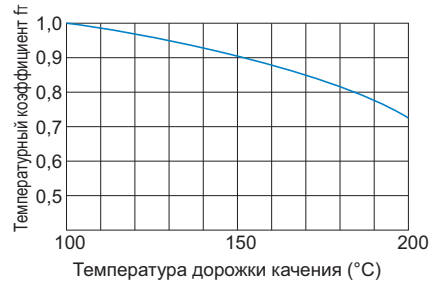

Рис.9 Температурный коэффициент ( $f_T$ )
- ft : температурный коэффициент (см. Рис.9 на с. **A1-69**)
(см. Рис.9 на с. **A1-69**)
Если температура среды, окружающей работающую направляющую LM, превышает 100°C, необходимо учитывать отрицательное влияние температуры и применять температурный коэффициент, указанный на Рис.9, к номинальной грузоподъемности. Кроме того, подобранная модель направляющей LM должна быть стойкой к высокой температуре.